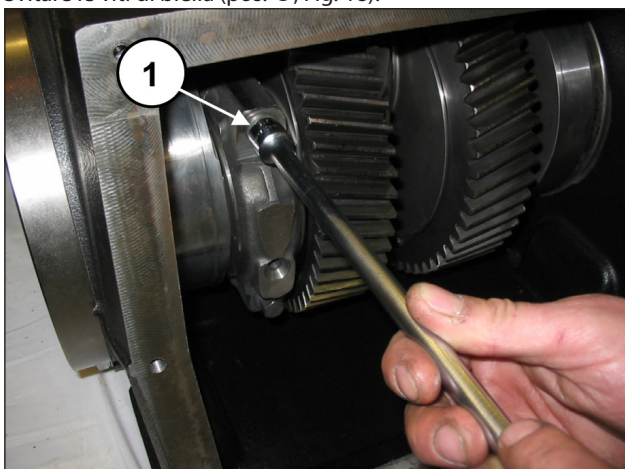

Fig. 18
Svitare le viti di biella (pos. ①, Fig. 18).